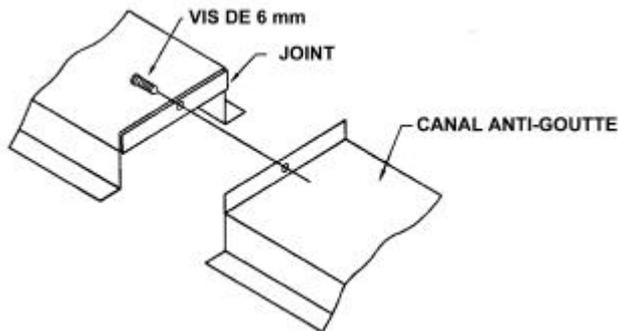

Figure 7 - Assemblage du canal anti-goutte
9. Enlever les boulons de 6 mm qui tiennent le canal anti-goutte et les clips de fixation sur le panneau de côté. Enlever les sections du canal anti-goutte et fixer les ensemble, bout à bout, en fixant les vis autotaraudeuses de 8 mm à travers le bout de la section avec le trou le plus large, dans le côté de l'accouplement avec le petit trou. Les unités en acier inoxydable utiliseront des boulons de 8 mm en acier inoxydable, écrous et rondelles (voir Figure 7)